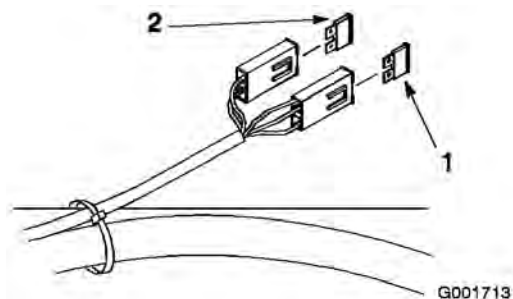

Figure 43
1. Déverrouillez et soulevez le siège pour accéder au porte-fusibles (Figure 43).
3. Remplacez le fusible (Figure 43).